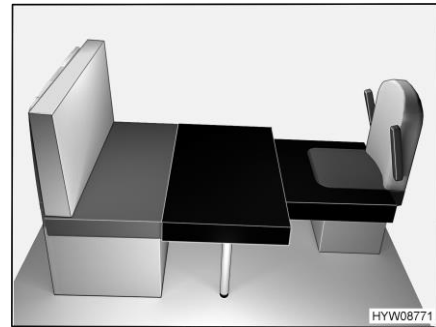

Bild 79 Nach dem Umbau
- Großes Zusatzpolster auf Tischplatte legen (Bild 79).
- Kleines Zusatzpolster auf Fahrersitz legen (Bild 79).